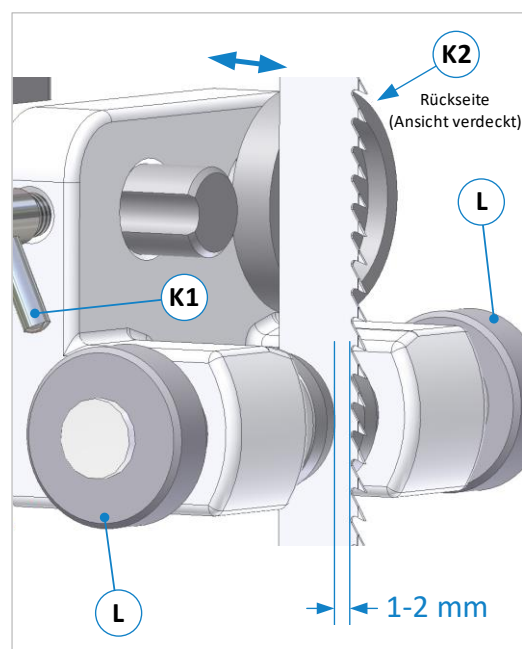

Abbildung 23: Einstellung der Führungen
- Knebelschraube (**K1**) lösen und die komplette Führung auf dem Tragbolzen (**B**) durch Verschieben so einstellen, dass die Vorderkanten der Seitenrollen ca. 1 - 2 mm hinter dem Zahngrund des Sägeblattes stehen (siehe ⇒ Abbildung 23).